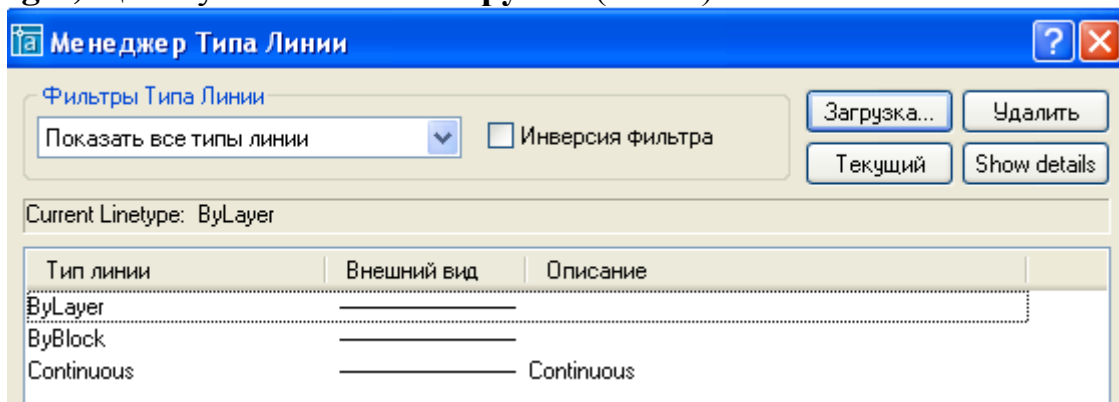

Рис.3 Диалоговое окно Менеджера типов линий
3. в открывшемся диалоговом окне **Менеджера типа линий (Linetype Manager)** щелкнуть на кнопке **Загрузка** (Рис. 3).